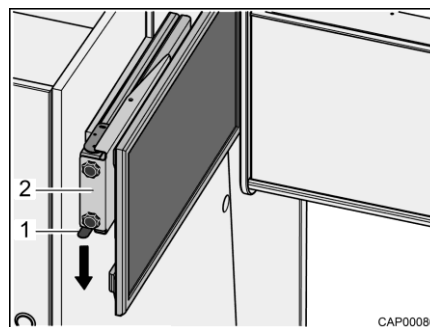

Bild 36 Auszug mit Flachbildschirm
- Rastfeder (Bild 36,1) nach unten drücken und Auszug (Bild 36,2) mit Flachbildschirm waagrecht in Richtung Fahrzeugmitte herausziehen.
- Auszug (Bild 36,2) mit Flachbildschirm waagrecht bis zum Anschlag schieben. Die Rastfeder (Bild 36,1) rastet hörbar ein.